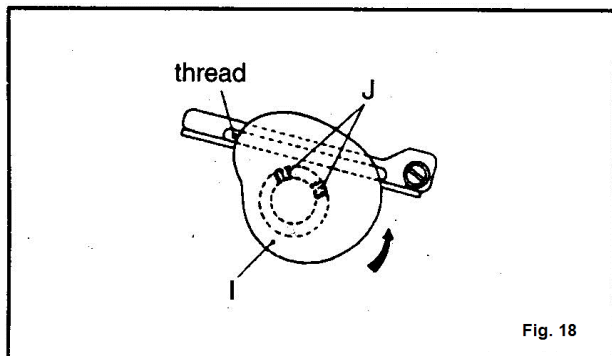

Fig. 18
Regulację wykonuje się poprzez poluzowanie śruby (J) (Rys. 18 i 19).